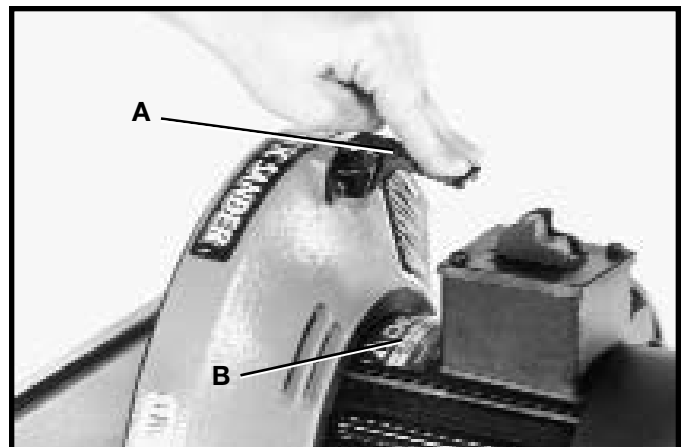

Fig. 20
La Lijadora de Disco de 12 pulg. viene equipada con un freno de disco manual que puede ser aplicado al presionar la palanca del freno (A) Fig. 20 una vez que se haya apagado el interruptor.
La placa de identificación (B) Fig. 20 está situada en el lado superior del motor, como puede apreciarse aquí. Los números de modelo y de serie están situados sobre esta placa. Tenga la bondad de anotar estos números en la portada de este manual para propósitos de referencia en el futuro.
La mayor parte de las labores realizadas con la lijadora de disco se realizan a menudo mediante el uso de la mesa como soporte, como puede verse en la Fig. 20. Sin embargo, una ranura de 3/8 x 3/4 pulg. (A) Fig. 22 ha sido maquinada dentro de la mesa de la lijadora para facilitar los usos con la escuadra de ingletes, conforme a lo ilustrado en la Fig. 23. El uso de una escuadra de ingletes proporcionará un lijado de extremos correcto, ya sea recto o angulado. La escuadra de ingletes (B) Fig. 23 está disponible en su concesionario Delta más cercano bajo el número de catálogo 34-779.